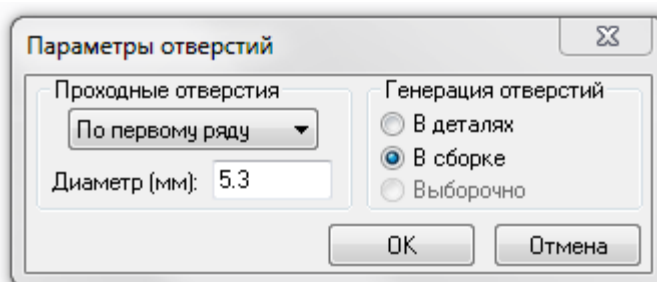

Рисунок 3-29
**Параметры отверстий** - отверстия могут быть сделаны в сборке либо непосредственно в детали. Для указания места вставки отверстий необходимо выбрать нужный пункт в меню **Генерация отверстий**. Команда **Проходные отверстия** позволяет изменить размерный ряд для проходных отверстий. При необходимости можно воспользоваться вводом значения диаметра в соответствующее поле (Рисунок 3-29).